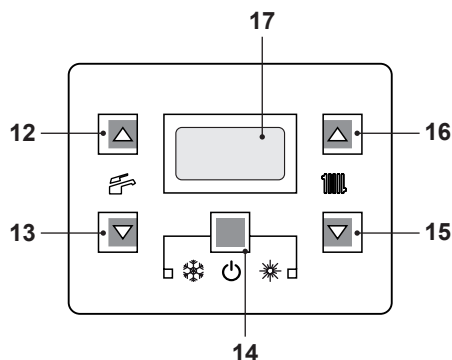
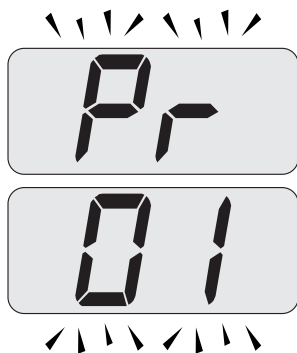

Figura 8.3
Figura 8.4
- Entrare in "modalità programmazione" premendo contemporaneamente per 10 secondi i tasti 14 - 15 - 16 (Figura 8.3) fino a far apparire sul display LCD le lettere **Pr** che si alternano con il codice **01**, indicanti l'entrata nel "parametro 01" (Figura 8.4).
- Premere contemporaneamente i tasti 14 e 16 (Figura 8.3) fino a far apparire sul display LCD il valore del parametro 05 (00=G20) (Figura 8.6).
- Premendo il tasto 14 (Figura 8.3) si ottiene la conferma del valore inserito.
- Premendo contemporaneamente i tasti 14 e 15 (Figura 8.3) si esce senza modificare il valore (ritorno alla lista parametri Figura 8.5)
- Premendo contemporaneamente per 10 secondi i tasti 14 - 15 - 16 (Figura 8.3) si esce dalla "modalità programmazione".